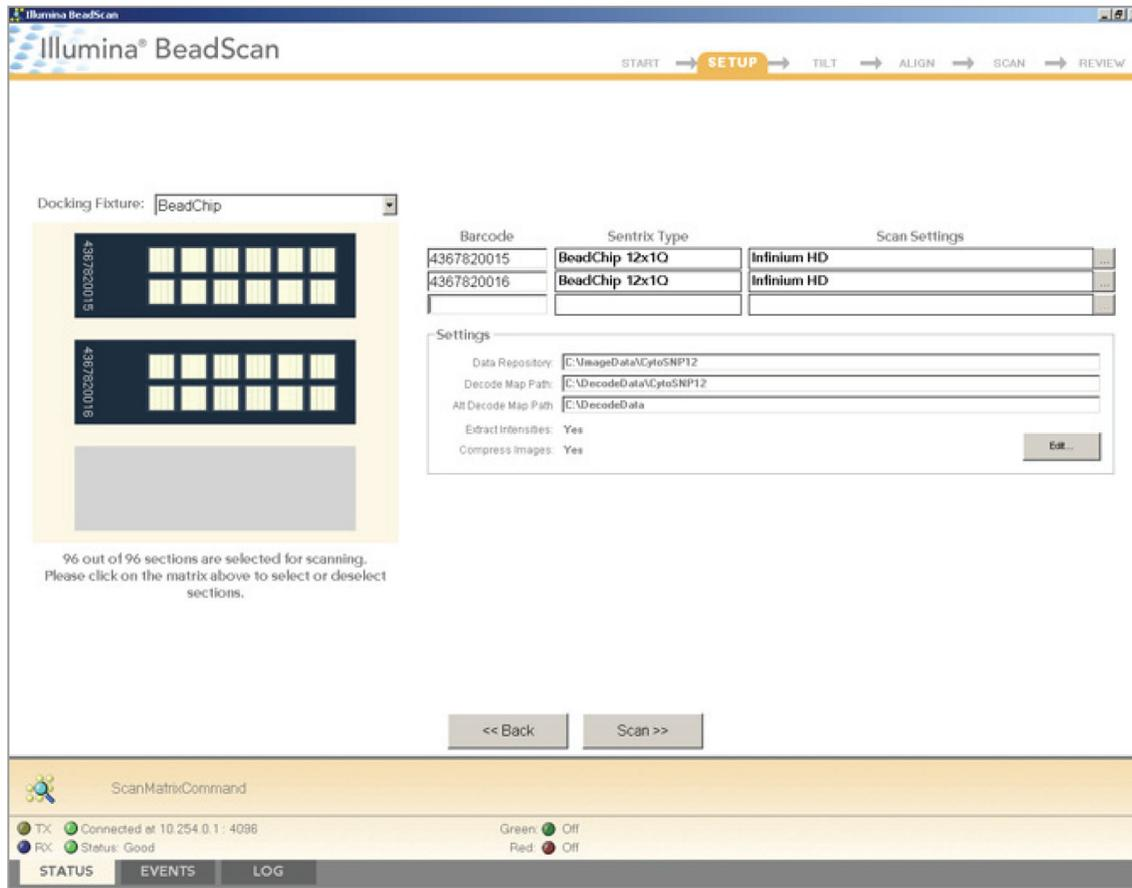

Рис. 214 Сканирование числовых штрихкодов
- b. Используя ручной сканер штрихкодов, отсканируйте штрихкод чипа BeadChip (Рис. 214). Штрихкод отобразится на экране в позиции, соответствующей расположению чипа BeadChip в поддоне.